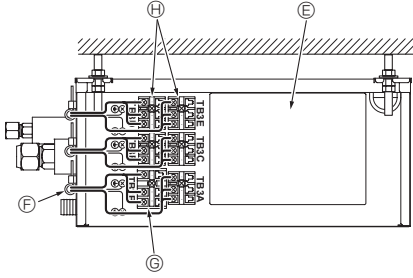

Fig. 9-3
4. Her bir teli, kablo kelepçesiyle yerine tespit edin. (Fig. 9-3)
5. Her bir teli sıkı bir şekilde ilgili terminal bloğuna bağlayın. (Fig. 9-3)